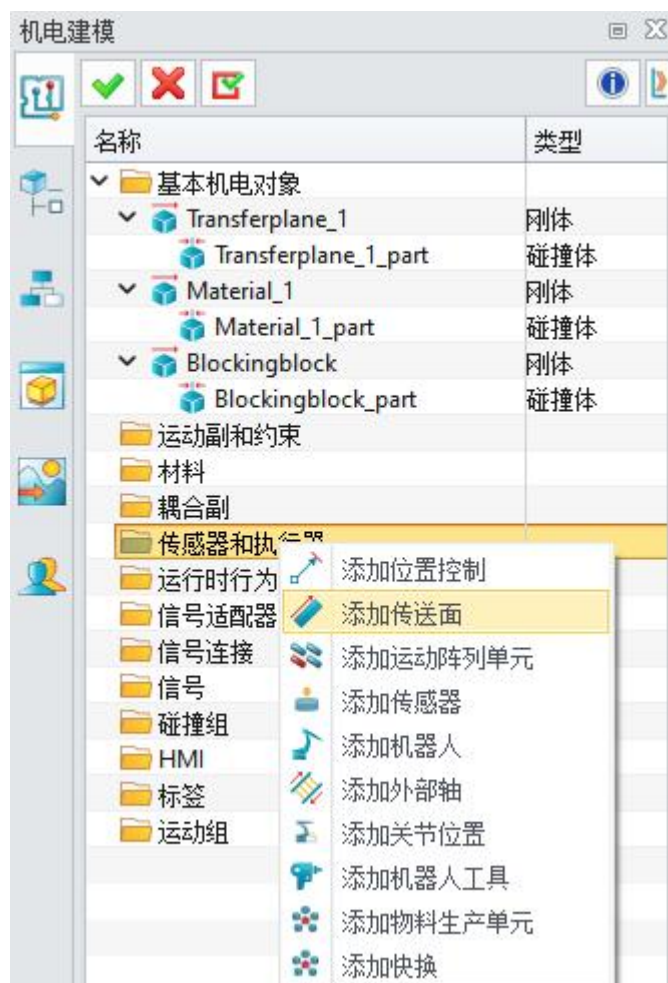

图 6-13: 传送面
- 右键单击“传感器和执行器”，然后选择“添加传送面”。(图 6-13)